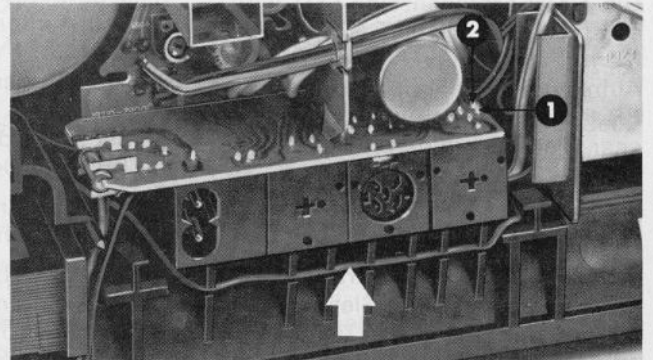

Bild 5b Leitungsverlegung zum Ladekontakt
Anschlüsse vom Ladezusatz kommend grün = ①, rot = ② auf die entsprechenden Kontaktstifte (**Bild 5b**) stecken und Platte im Montage- rahmen an der vorgesehenen Füh- rung bis Anschlag schieben. An- schließend Rückwand eindrehen, Antennenverbindung anstecken, Rückwand mit Montagerahmen schließen. Der eingesetzte Accu wird immer geladen, wenn das Gerät am Netz angeschlossen ist.